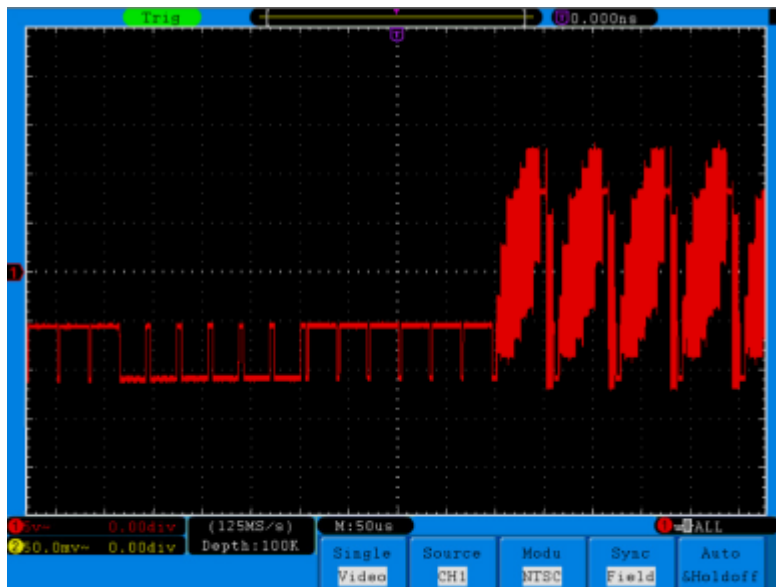

Fig. 85 Forma d'onde obtenue d'une activation de champ vidéo
11. Tournez les boutons **VOLTS/DIV**, **VERTICAL POSITION** et **SEC/DIV** pour obtenir une visualisation de forme d'onde correcte (voir la **Fig. 85**).